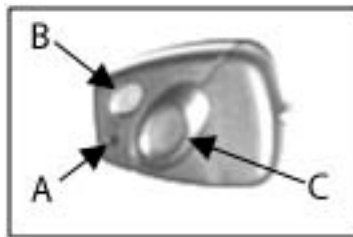

Figure 59 – Fonctions de la télécommande
3. Appuyez sur le bouton vert **(B)** de la télécommande (Figure 59).